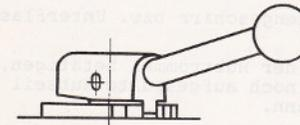

Bild 1a
- a) Zunächst ist zu prüfen, ob der äußere Schalthebel nach dem Anheben durch Federkraft wieder voll in die Arretierung einrastet, wie es Bild 1a zeigt. Bei Hebeln nach Bild 1b ist zu prüfen, ob der Arretierstift einrastet.